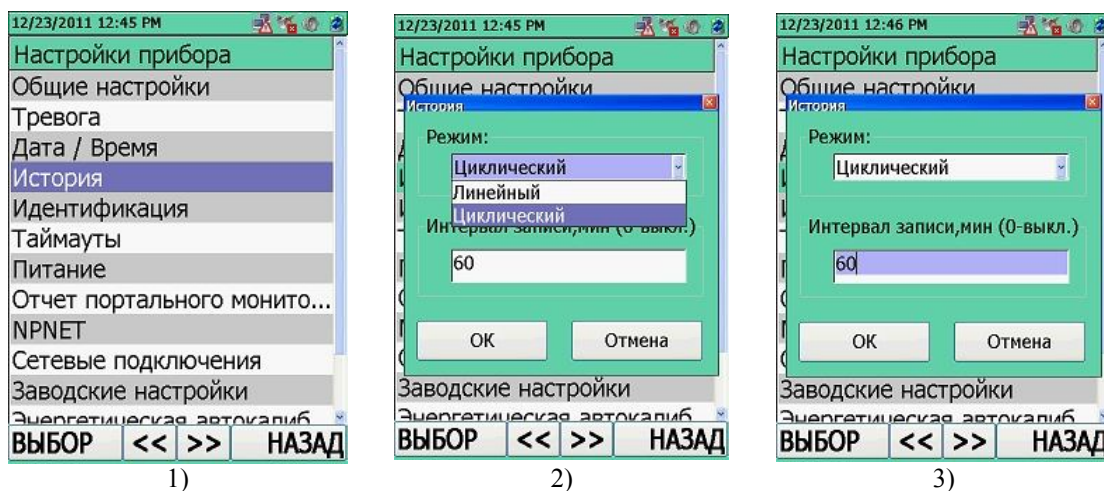

Рисунок 11.30
Для входа в настройки параметров записи истории **"История"** необходимо в окне режим настройки параметров прибора **"Настройки прибора"** переместить выделенный маркер на соответствующую строку, рисунок 11.30 (1). Перемещение маркера осуществляется при помощи кнопок джойстика ВВЕРХ/ВНИЗ. Подтвердить переход в опцию **"История"**
- **"Режим"** – выбор типа записи истории в прибор (циклический или линейный), рисунок 11.30(2);
- **"Интервал записи, мин (0-выкл.)"** – установить интервал записи событий в историю: интервал времени в минутах между двумя соседними событиями в истории прибора, рисунок 11.30 (3). Интервал устанавливается в диапазоне от 1 до 60 с дискретностью 1 мин. При установке в поле значения 0 – история не будет записываться в память прибора.